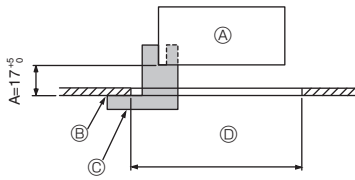

Fig. 9-2
9.2. การเตรียมการติดตั้งตะแกรง (Fig. 9-2)
- ใช้เกจ ② ที่ให้มาพร้อมเครื่องมือชุดนี้ ปรับและเช็คตำแหน่งของเครื่องหลักให้ติดกับพื้นผิวของเพดาน หากเครื่องหลักติดตั้งในตำแหน่งที่ไม่เหมาะสมกับพื้นผิวเพดาน อาจทำให้อากาศรั่วและเกิดการสะสมของหยดน้ำ
- (A) เครื่องหลัก